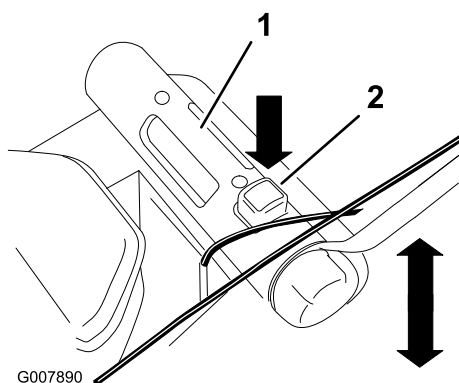

Figura 17
4. Apriete el botón de ajuste de la altura de corte y sujete la barra de ajuste de la altura de corte para desplazar la altura de corte hacia arriba o hacia abajo (Figura 17).